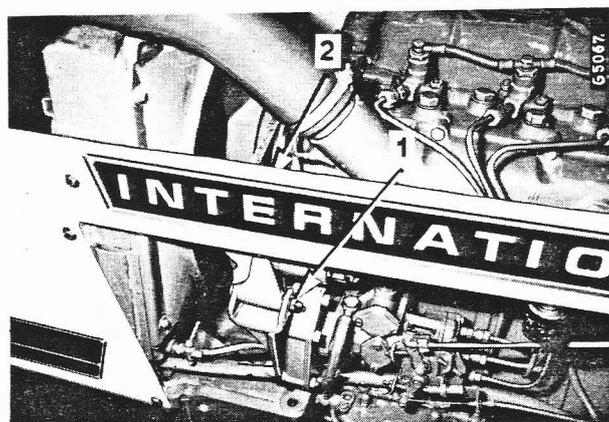

Figure 82
Le réglage de la tension s'effectue par pivotement de l'alternateur après avoir desserré l'écrou de fixation (1, fig. 82 et le boulon de réglage (2). Resserrez fermement l'écrou et le boulon.